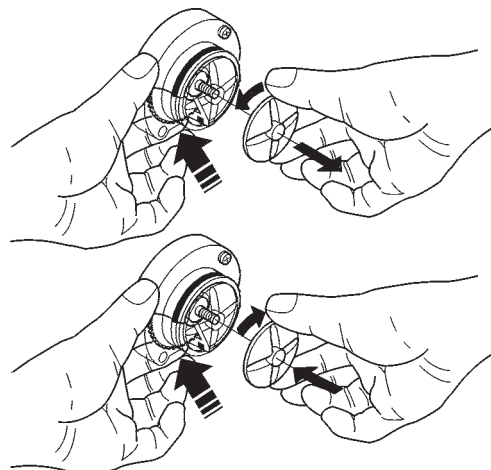

Fig. 23
- pour démonter les hélices, il suffit de bloquer avec un doigt (voir fig. 23) le disque monté sur l'arbre du mélangeur.